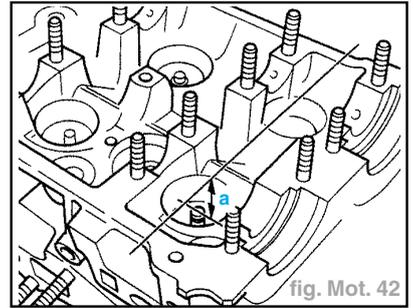

fig. Mot. 42
- Mesurer l'écart (**a**) entre l'extrémité de la tige de soupape et le rebord supérieur de la culasse (fig. Mot. 42).